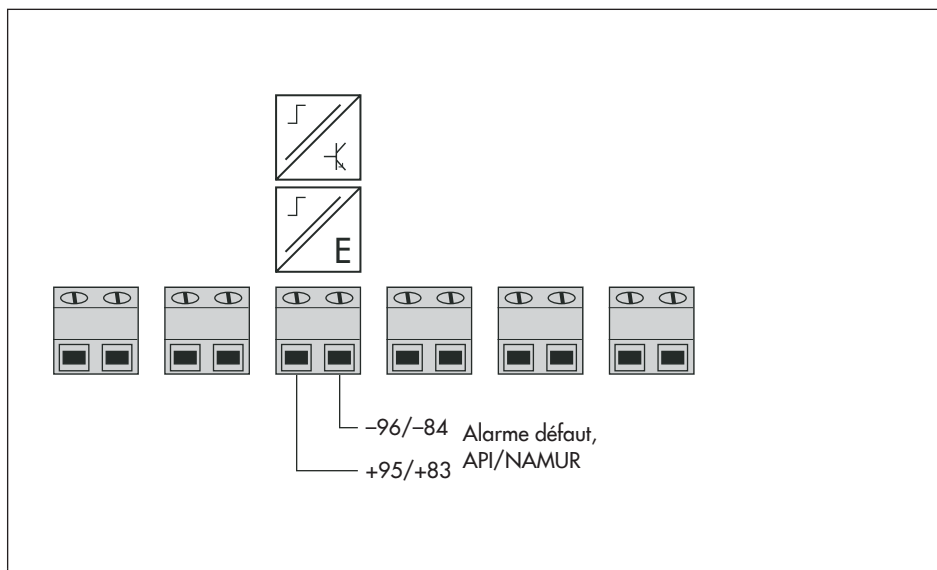

Fig. 5-37: Affectation des bornes de la sortie binaire (sortie de l'alarme des défauts)
- ➔ Le cas échéant, raccorder les modules optionnels selon les Fig. 5-32 à Fig. 5-37.